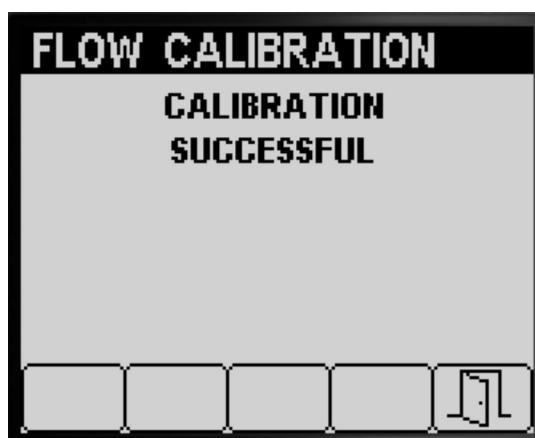
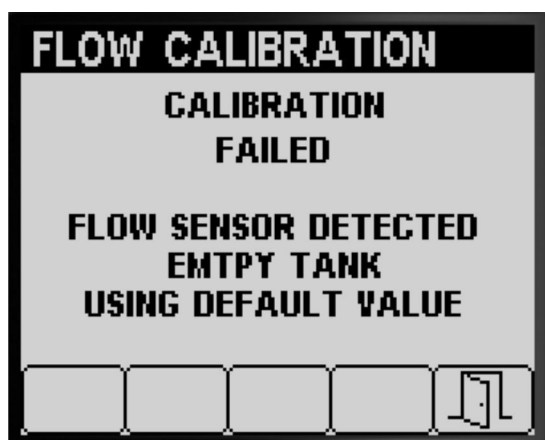
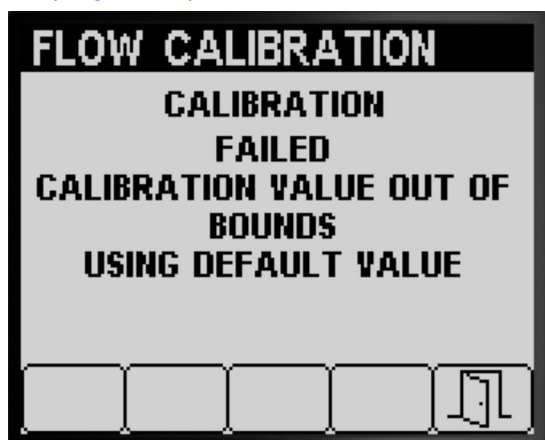

Figura 55
Figura 56
Figura 57
- Compare un messaggio che conferma l'avvenuta taratura della portata (Figura 55).
- Compare un messaggio indicante che la taratura della portata non è riuscita (Figura 56).
Se il valore della calibrazione oltrepassa i limiti (Figura 57) contattate il vostro centro assistenza Toro autorizzato; altrimenti, rivedete il messaggio di errore e ripetete i passaggi delle procedure di taratura in Preparazione per il test di raccolta (pagina 19), Preparazione delle sezioni di irrorazione per il test di raccolta (pagina 20) e Esecuzione del calcolo della taratura (pagina 23).
3. Premete il pulsante 5 per uscire dalla schermata Taratura della velocità (Figura 55, Figura 56 e Figura 57).